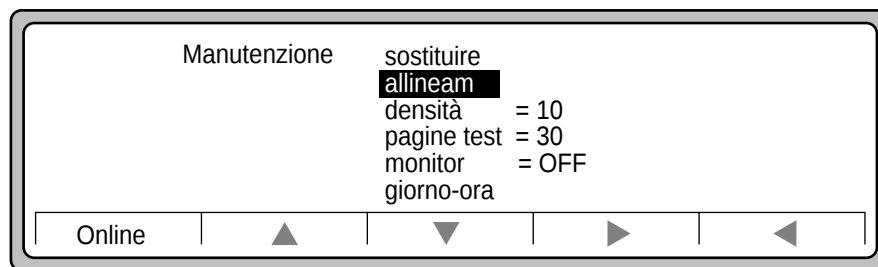

Figura 6-15 Sottomenu Manutenzione
5. Nel sottomenu Manutenzione illustrato nella Figura 6-15, usare ▼ per evidenziare allineam e premere ►.